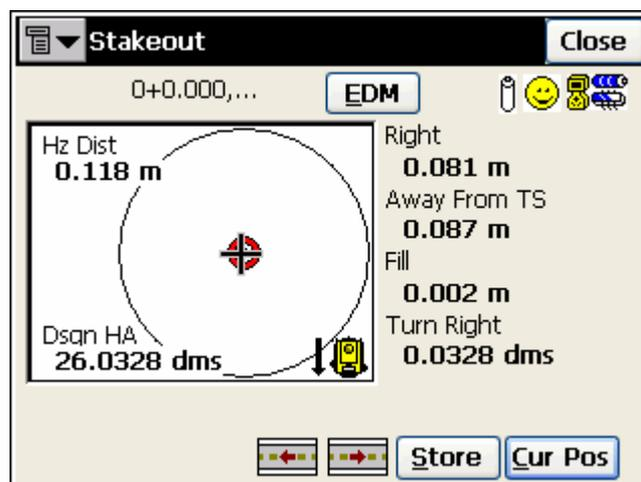

Рисунок 7-36. Вынос в натуру трассы - рабочее окно при использовании тахеометра
8. При работе с тахеометром: визируйте на призму. Чтобы узнать, насколько ее положение отличается от проектного, нажмите кнопку **Curr Pos (Текущ Полож)**. Когда это отличие будет достаточно малым, нажмите кнопку **Meas (Изм)**, и тахеометр выполнит измерение и сохранит его результаты. Нажмите кнопку  или , чтобы перейти к выносу в натуру предыдущего или следующего пикета соответственно (рис. 7-36).